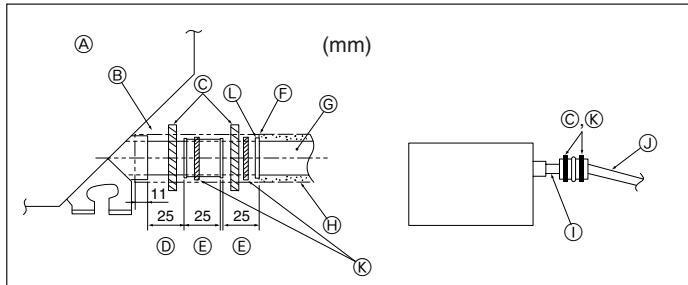

Fig. 6-2
1. Conecte el tubo de desagüe (suministrado con la unidad) al orificio de desagüe. (Sujete el tubo con cinta aislante y asegure la conexión con una abrazadera.) (Fig. 6-2)